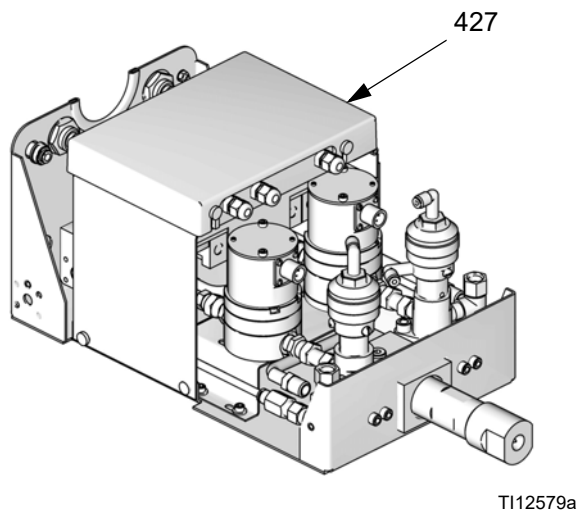

FIG. 27: Retiro de la cubierta de la tarjeta de control
2. Retire la cubierta de la tarjeta de control (427). FIG. 27.